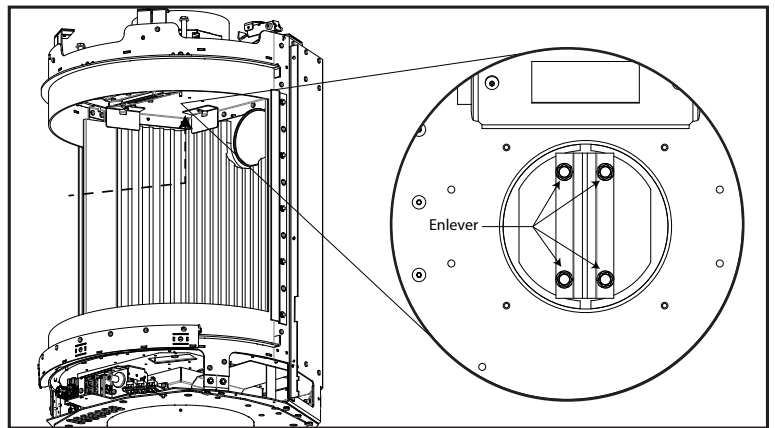

Figure 68: Retrait de la plaque de restriction
5. Faites tourner le disque de restriction à la main depuis l'intérieur de la chambre de combustion jusqu'à ce que les quatre (4) têtes de vis soient exposées ; retirez-les à l'aide d'une douille 5/16" (voir la Figure 68). Le loquet peut être desserré et déplacé s'il empêche le mouvement du restricteur.